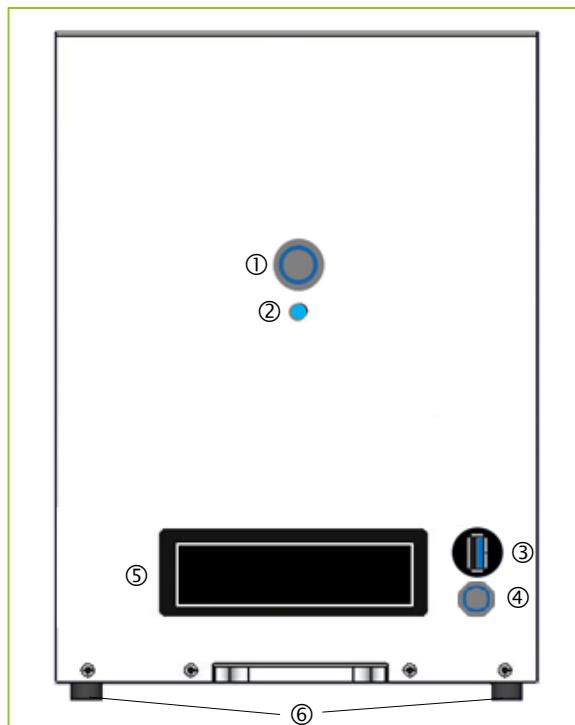
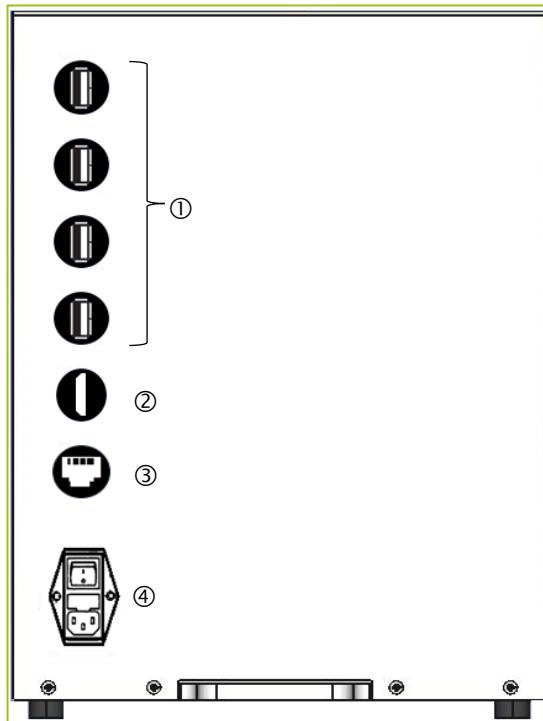

Figura 3 Aspetto pannello anteriore
Figura 4 Aspetto pannello posteriore
① Presa USB 2.0. Predisposte per l'utilizzo dei seguenti accessori:
② Presa HDMI per collegamento monitor. Il sistema è calibrato per un monitor 24" da 2MP (1920x1200)
③ Presa di collegamento rete Ethernet RJ45
④ Presa cavo alimentazione con interruttore **I/O ON / OFF**
Prima di collegare il cavo di alimentazione, assicurarsi che l'interruttore principale (④ Figura 4), sia su "0" (OFF).
Collegare la spina del cavo di alimentazione alla presa AC (④ Figura 4).
La tastiera, il mouse ed il joystick sono collegati alle porte USB 2.0 (① Figura 4), mentre il monitor alla presa HDMI (② Figura 4).
Il NED-MICRO dispone di due interruttori di alimentazione. Quello generale (④ Figura 4) deve essere in posizione “I”. Il pulsante (① Figura 3) permette di mettere in pausa (stand-by) il dispositivo, il sistema è alimentato ed il LED rosso (② Figura 3) è acceso.
Quando il pulsante ① Figura 3 è acceso (luce blu) ed il LED ② Figura 3 (luce rossa) sono accesi, si può procedere ad utilizzare i controlli software per la gestione del NED-MICRO.